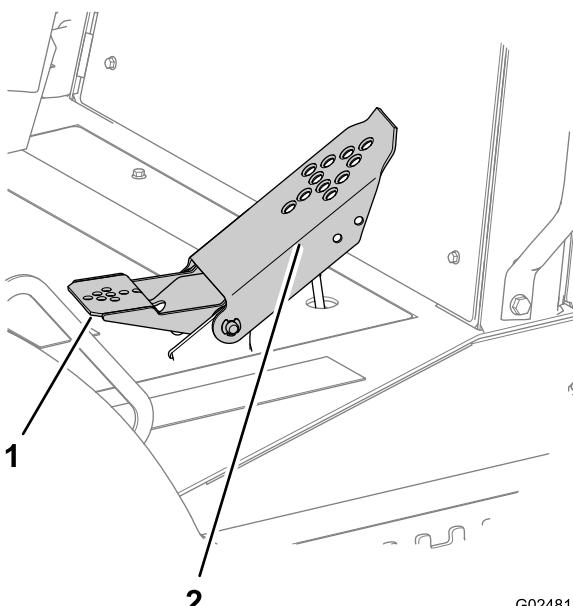

Рисунок 40
- Нажмите верхнюю часть педали, чтобы машина двигалась вперед (Рисунок 40).
- Нажмите нижнюю часть педали, чтобы машина двигалась назад (Рисунок 40).
- Для снижения скорости или останова машины переместите педаль вверх в сторону положения «Нейтральное». Рисунок 40